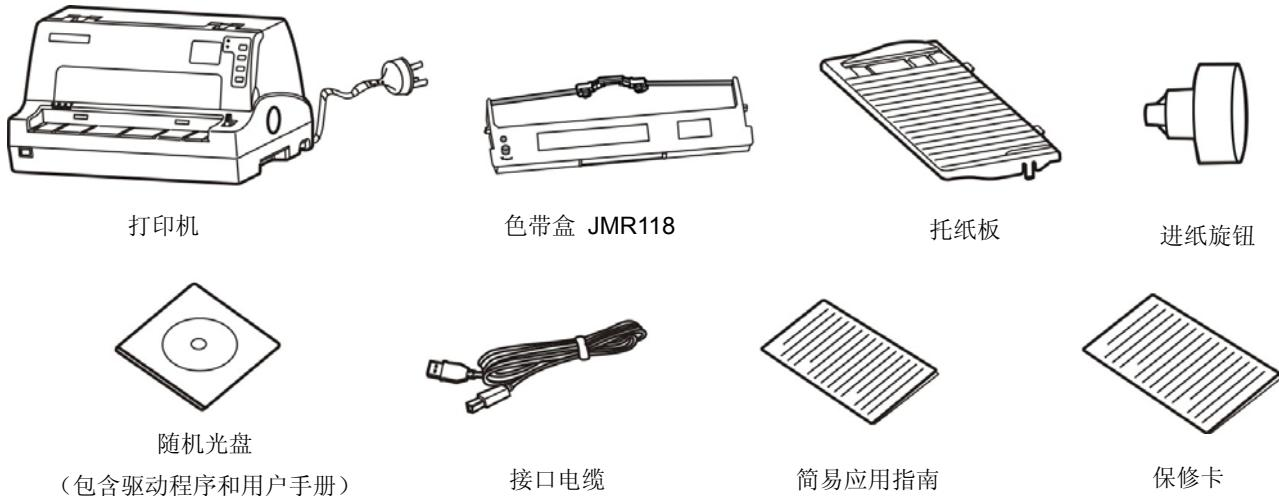

图 2-1 包装箱内打印机包装配件
在打印机包装箱内，应具有以下各项：(1) 打印机；(2) 色带盒 JMR118；(3) 托纸板；(4) 进纸旋钮；(5) 随机光盘；(6) 接口电缆；(7) 简易应用指南；(8) 保修卡（如图 2-1 所示）。如有遗漏，请向有关经销商联系。